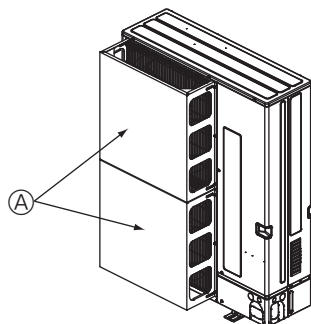

Fig. 2-5
- ② Zainstalować opcjonalną kierownicę powietrza w przypadku, gdy jednostka zewnętrzna jest zainstalowana w miejscu, w którym silny wiatr, np. tajfun, może bezpośrednio działać na wylot powietrza. (Fig. 2-5)